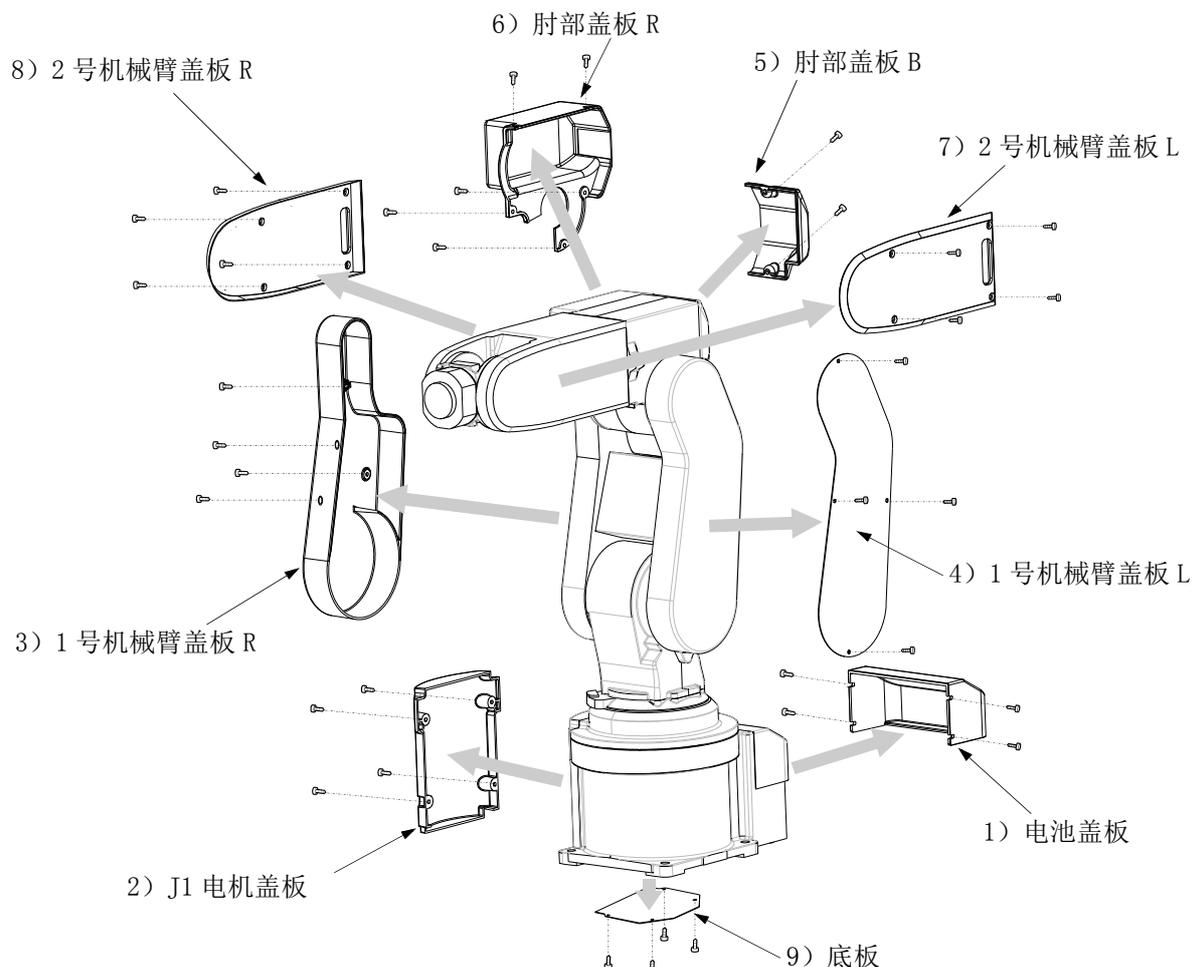

图 5-4: 盖板的拆装方法 (RV-2FR 系列)
- (1) 请参照图 5-4 卸下盖板。
- (2) 盖板的名称和安装螺丝的一览如表 5-4 所示。表 5-4 的编号对应图 5-4。
- (3) 根据机器人的姿势, 有些盖板可能难于卸下。在这种情况下, 应通过 JOG 操作改变机器人的姿势后拆卸盖板。
- (4) 维护点检后安装盖板时, 应按与卸下时相反的顺序进行安装。应以表 5-4 所示的力矩拧紧安装螺丝。
- (2) 表 5-6 介绍了盖板的名称、安装螺栓的列表。表 5-6 的编号对应图 5-4。
- (3) 根据机器人的姿势, 有些盖板可能难于拆卸。在这种情况下, 应通过 JOG 操作改变机器人的姿势后拆卸盖板。
- (4) 卸下腕部盖板时, 请通过 JOG 操作将 J5 轴移动到 +90° 的位置。
- (5) 维护点检后安装盖板时, 应按卸下时相反的顺序进行安装。以表 5-6 所示的力矩拧紧安装螺丝。